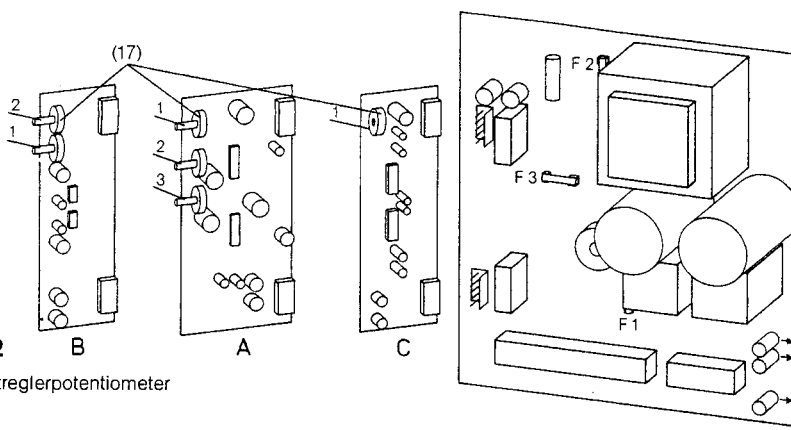

Bild 12
– Einstellen der Laufzeit des Motors über die Zeitreglerpotentiometer (17). (Abhängig von der Wahl der Steckmodule (9) (z. B.: A, B, C, D) für die Motorsteuerung (10) (Bild 12/13).)